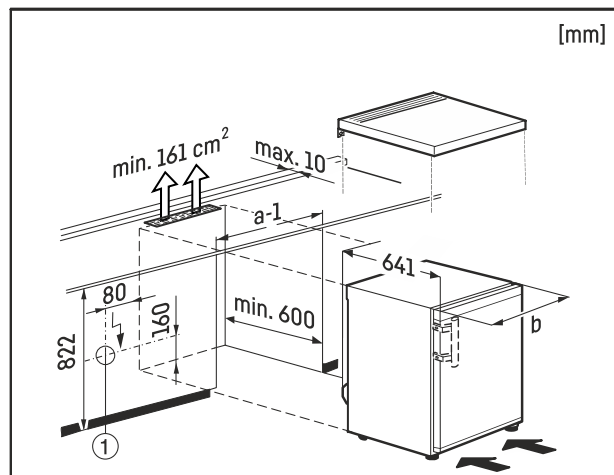

Fig. 9
Stickuttaget Fig. 9 (1) måste vara placerat utanför skåpets baksida och vara lätt tillgängligt.